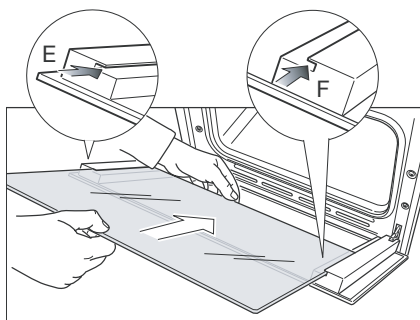
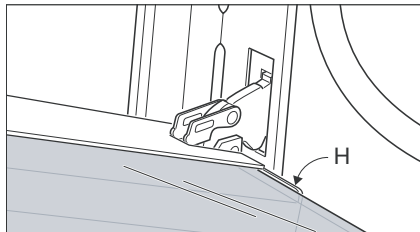

Fig. 49b
Fig. 49c
- Insérez la vitre dans les rails de guidage gauche, « E », et droit, « F », (Fig. 49b), et faites-la glisser en douceur jusqu'aux butées « H » (Fig. 49c).